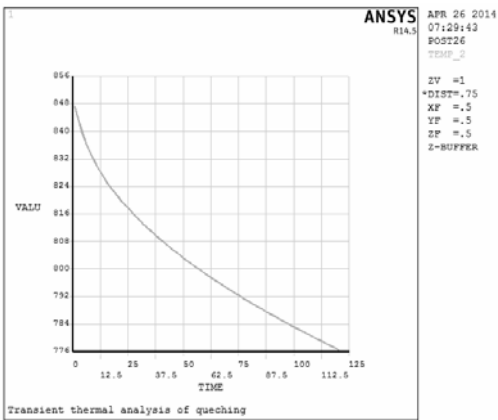

图 5-39 温度随时间变化曲线
2) 在“Variable List”列表中选择要显示的变量（如 TEMP_2），单击  按钮，即可在图形区显示变量的变化曲线，X 轴为时间变量 TIME，Y 轴为显示的变量数据，如图 5-39 所示。